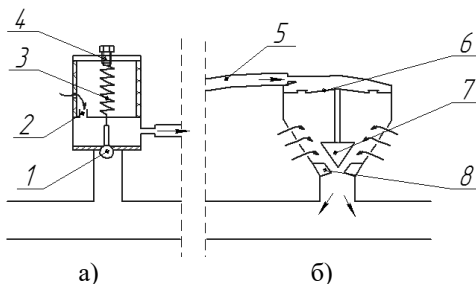

Рисунок 4.2 – Регулирование вакуума по принципу «Servo»:
Регулировка величины вакуума в вакуум-проводе происходит следующим образом. На шаровой клапан (1) датчика VRS с одной стороны воздействует вакуум вакуумной линии (рис. 4.2), а с другой стороны пружина (3), действующая в обратном направлении. Натя-
1. Во время дойки клапан должен находиться в положении MILK (рис. 4.2). По окончании каждой дойки отключите вакуум от коллектора и снимите коллектор.